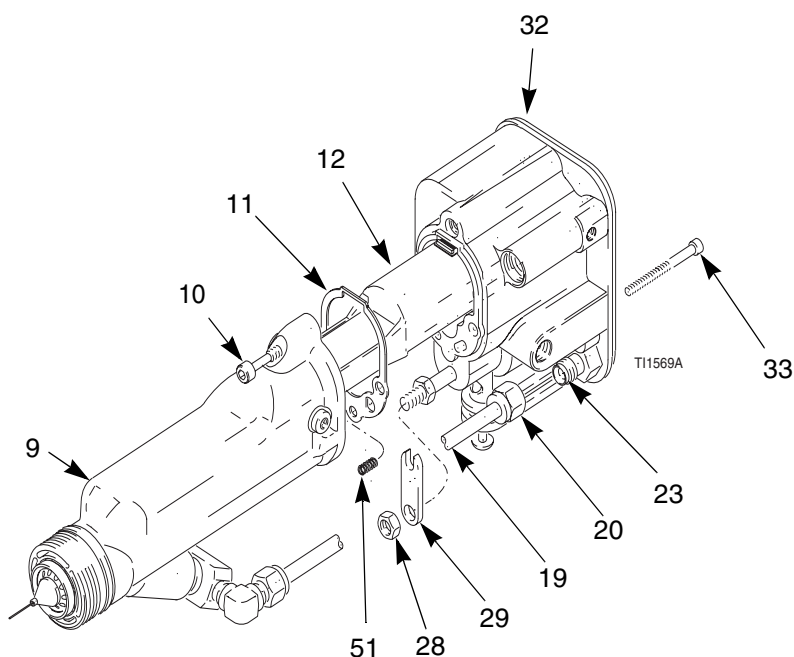

Fig. 30. Installazione del corpo della pistola
1. Accertarsi che la guarnizione (11) e la molla per la messa a terra (51) siano al loro posto. Assicurarsi che i fori dell'aria siano allineati in modo corretto. Sostituire se danneggiata. Vedere Fig. 30.
2. Mettere il canotto (9) sull'alimentatore (12) e sul corpo della pistola (32).
4. Montare il tubo del fluido (19) nel raccordo della staffa (23). Assicurarsi che i ferruli (21, 22) siano in posizione. Serrare il dado (20).
5. Installare il braccio dell'attuatore (29) ed il controdado (28). Vedere pagina 39.
7. Installare l'involucro della pistola (2) e il cappello aria, pagina 34.